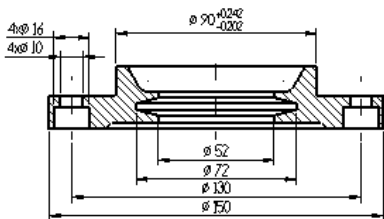
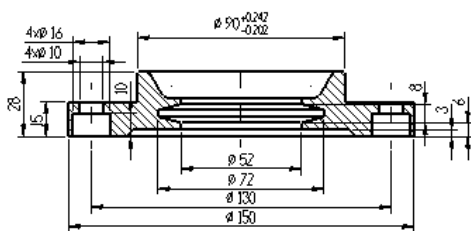

图 4.5.18 标注尺寸
图 4.5.20 垂直尺寸
(7) 创建图 4.5.18 所示的水平尺寸。
② 设置标注参数。在“尺寸标注”工具栏中单击按钮，系统弹出“编辑尺寸文字”对话框。在该对话框的文本框的文字前输入“4×”字样，单击按钮完成文本编辑的操作，同时系统返回至“尺寸标注”工具栏。单击按钮使其处于按下状态，添加直径符号。
③ 放置尺寸。在图 4.5.18 所示的位置放置尺寸。
(8) 单击按钮，完成水平尺寸的标注。
Step5. 创建图 4.5.20 所示的垂直尺寸。